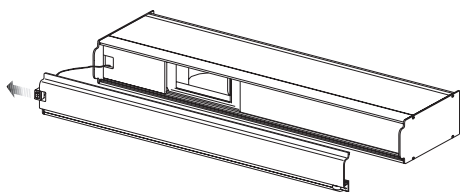

Fig. 4
3. Togliete la copertura dalle guide di scorrimento ed estraete lateralmente l'interruttore dal coperchio (Fig. 4).